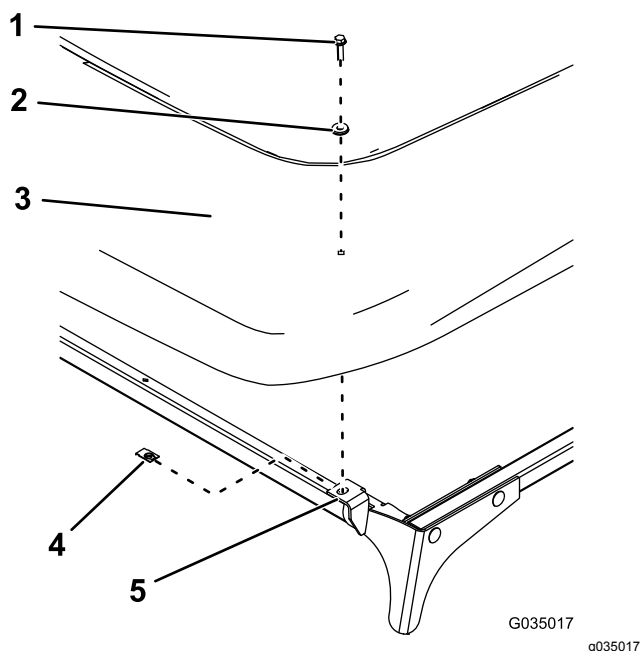

Рисунок 12
13. Установите солнцезащитный навес на передние пластины, используя два зажима, две уплотнительные гайки и два болта с шестигранными фланцевыми головками (1/4 x 1 дюйм), как показано на Рисунок 12.